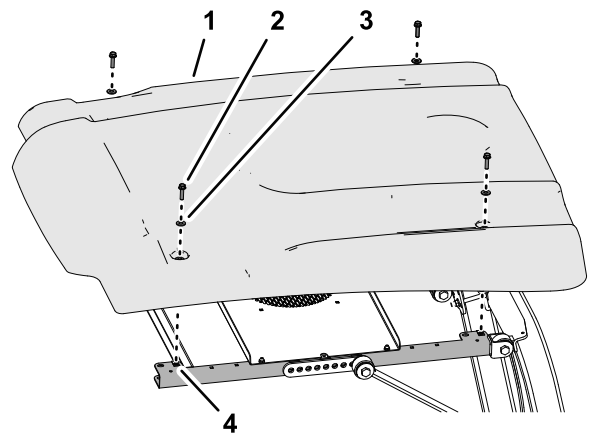

Bild 10
2. Montieren Sie das Sonnendach mit den vier Bundkopfschrauben (5/16" x 1 1/4") und den vier Scheiben (5/16"), die Sie in 2 Entfernen des Sonnendachs (Seite 2) entfernt haben, an den Rahmenkanälen (Bild 10).